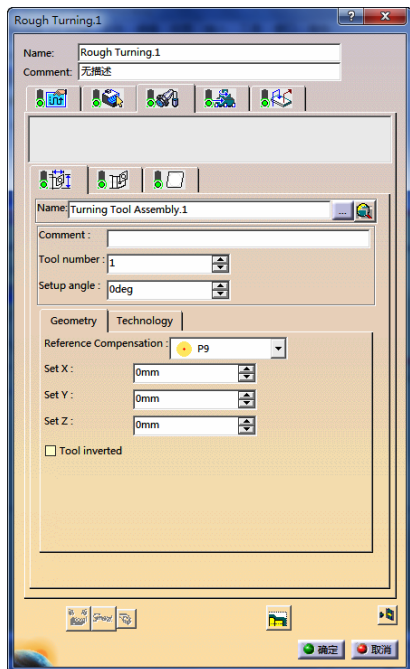

图 6-16 刀具参数选项卡（1）
- 单击“Rough Turning.1”对话框中的，切换到刀具参数选项卡（1），在“Name”文本框中输入“Turning Tool Assembly.1”，如图 6-16 所示。